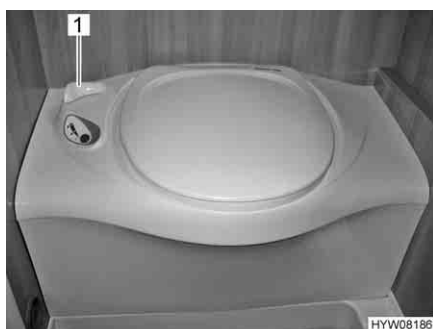

Fig. 100 Toilette Thetford
- Prima di tirare l'acqua, aprire il cursore della toilette Thetford. A tal fine ruotare la leva del cursore (Fig. 100,1) in senso antiorario.
- Dopo aver tirato l'acqua chiudere il cursore. Ruotare la leva del cursore (Fig. 100,1) in senso orario.